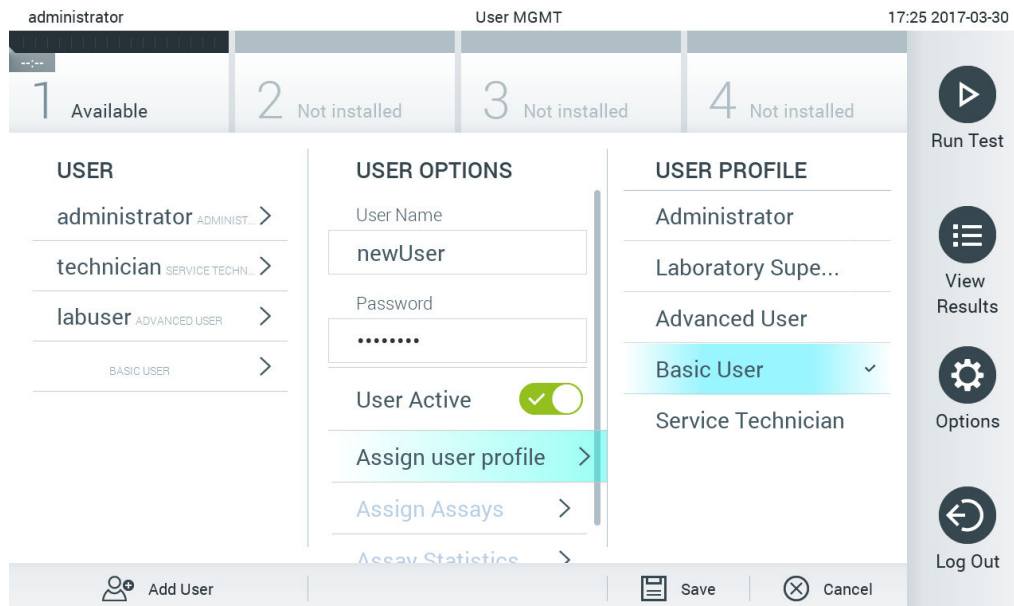

Рис. 58. Призначення профілю користувача новому користувачеві.
4. Натисніть **Assign User Profile** (Призначити профіль користувача) і призначте відповідний профіль новому користувачеві зі списку праворуч від області вмісту (рисунок 58).